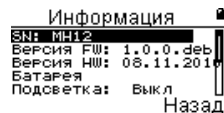

Рисунок 9
6.3.4 В пункте **Информация** (рисунок 9) можно посмотреть серийный номер прибора, версии прошивок, оценить состояние батареи питания и уровень включенной подсветки.